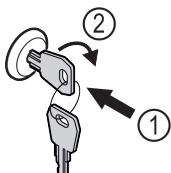

Fig. 87
- Вставьте ключ Fig. 87 (1).
- Поверните ключ на 90° по часовой стрелке Fig. 87 (2).